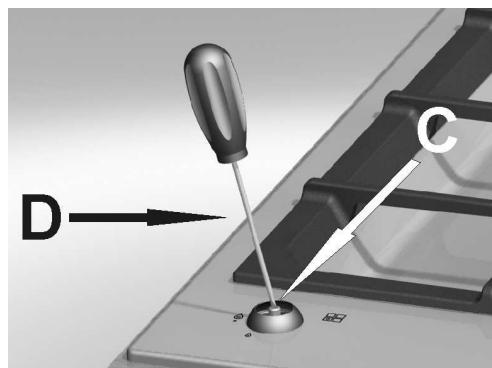

FIG. 13
- Enlever le bouton "M" (fig. 13) du robinet fixé par une simple pression sur la tige de ce dernier.
- Introduire un petit tournevis "D" dans le trou "C" (fig. 13) et tourner vers la droite ou vers la gauche